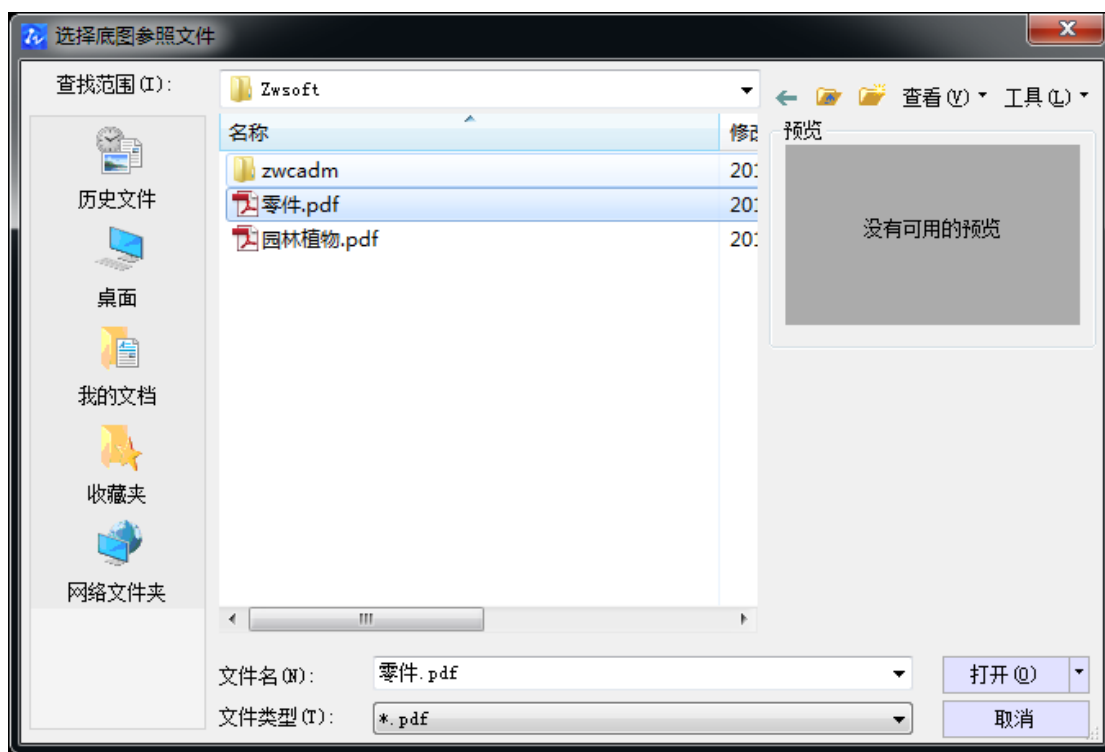

图 9-33 选择底图参照文件对话框
1) 执行 Pdfattach 命令, 系统弹出“选择底图参照文件”对话框, 如图 9-33 所示, 选择要插入的 PDF 文件, 点击【打开】按钮。